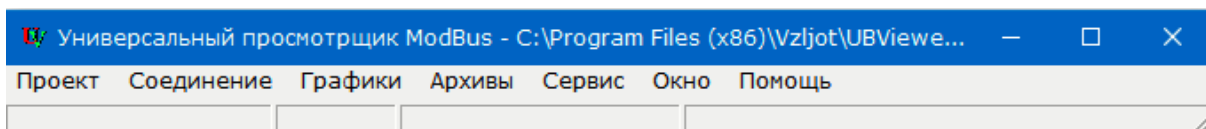

Рис.3. Вид строки меню программы «Универсальный просмотрщик».
2.1.1. Запустить на ПК программу «Универсальный просмотрщик». После чего в появившейся строке меню программы (рис.3) выбрать **Проект\Открыть\Projects** и запустить файл «Монитор Взлет Лайт М» (далее – «Монитор»).